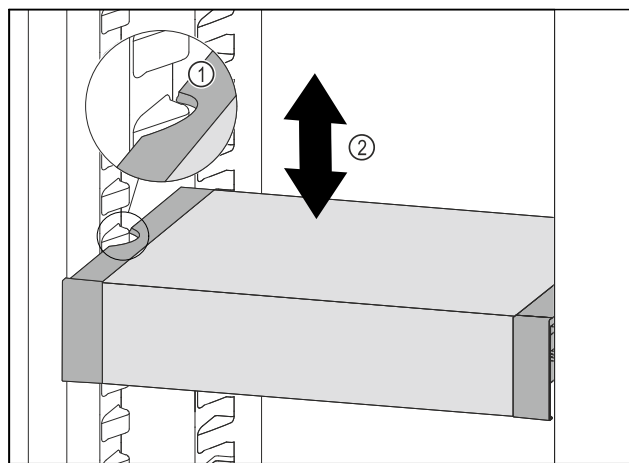

Fig. 105
- Táhněte VarioSafe dopředu, dokud nebudou boční vybrání VarioSafe na úrovni žebrování na nádobý v chladničce. Fig. 105 (1)
- Posouvejte VarioSafe v chladničce nahoru nebo dolů, dokud nedosáhnete požadované výšky. Fig. 105 (2)